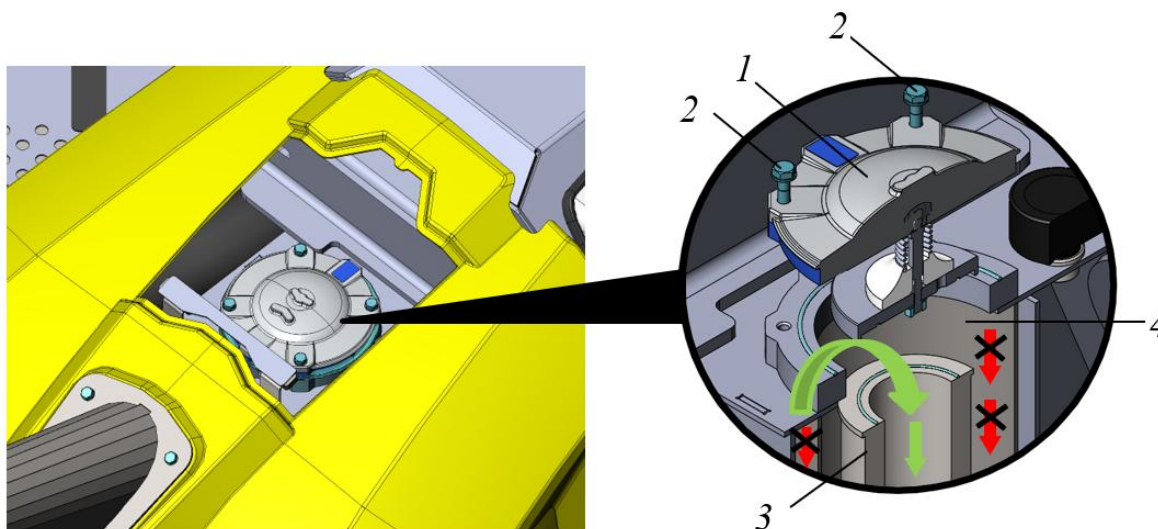

Рисунок 5.54. Процедура заправки масла в гидравлический бак
- Выкрутить болты с шайбами 2, крепящие крышку 1, см. рис. 5.54.
- Масло заливать внутрь фильтра, см. рис. 5.54 показано зеленой стрелкой.
- Установить крышку фильтра 1, закрепив ее на баке используя болты с шайбами 2, см. рис. 5.54.